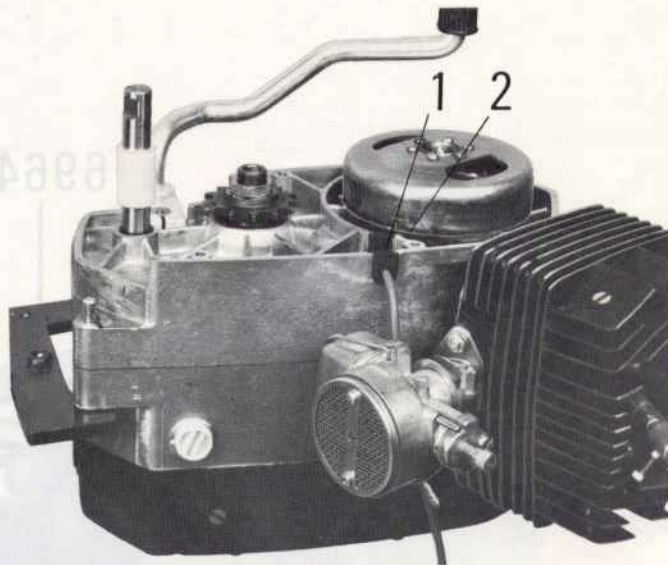

FIGURE 14
- Sans déplacer le piston, désolidariser le rotor du cône de vilebrequin et amener les repères du rotor (2) et du stator (1) en regard (figure 14).